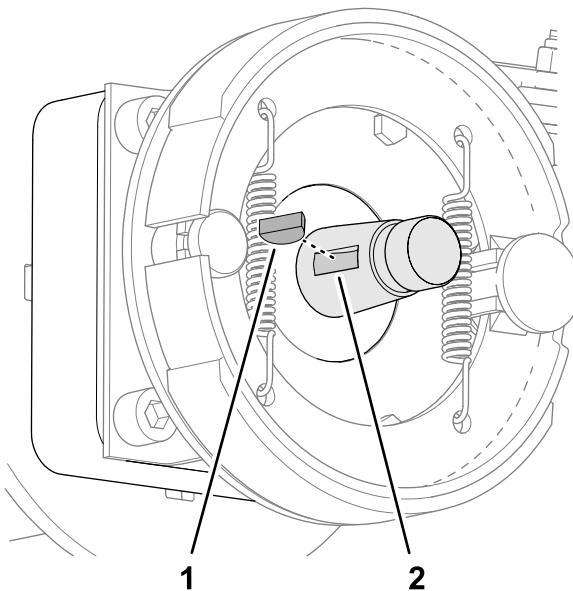

Bild 66
- 5. Entfernen Sie die Passfeder von der Radmotorwelle (Bild 66).